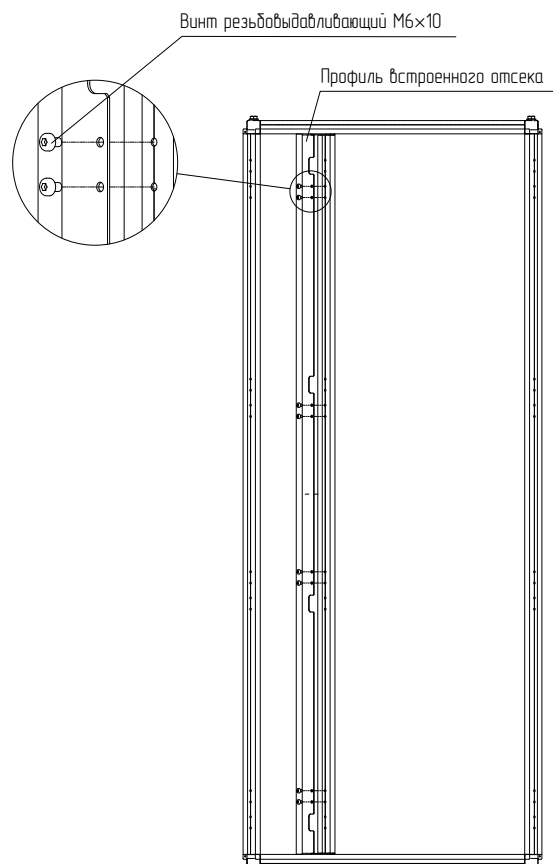

Рисунок 100
4.34.4 Установить профиль встроенного отсека в каркас и закрепить винтами М6×10 (рисунок 100). Момент затяжки – 7 Н·м.